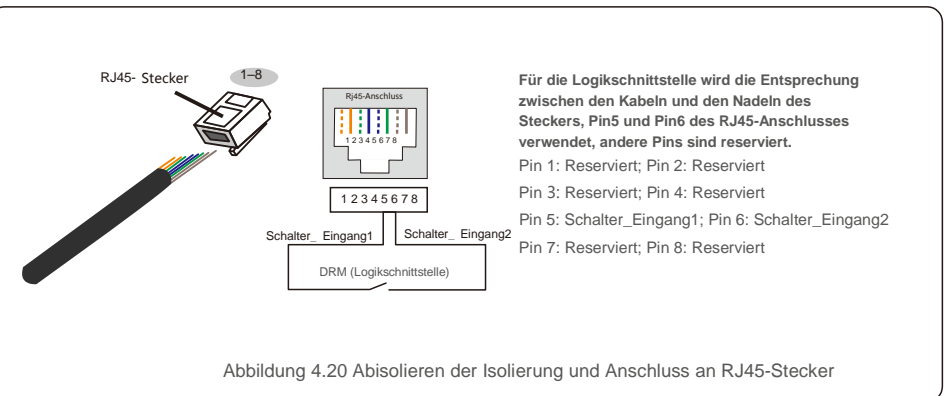

Abbildung 4.20 Abisolieren der Isolierung und Anschluss an RJ45-Stecker
2. Verwenden Sie den Netzwerk-Abisolierer, um die Isolierschicht des Kommunikationskabels zu entfernen. Schließen Sie das Kabel gemäß der Standardleitungsbelegung in Abbildung 4.20 an den RJ45-Stecker an und verwenden Sie dann ein Crimpwerkzeug für Netzkabel, um es zu befestigen.